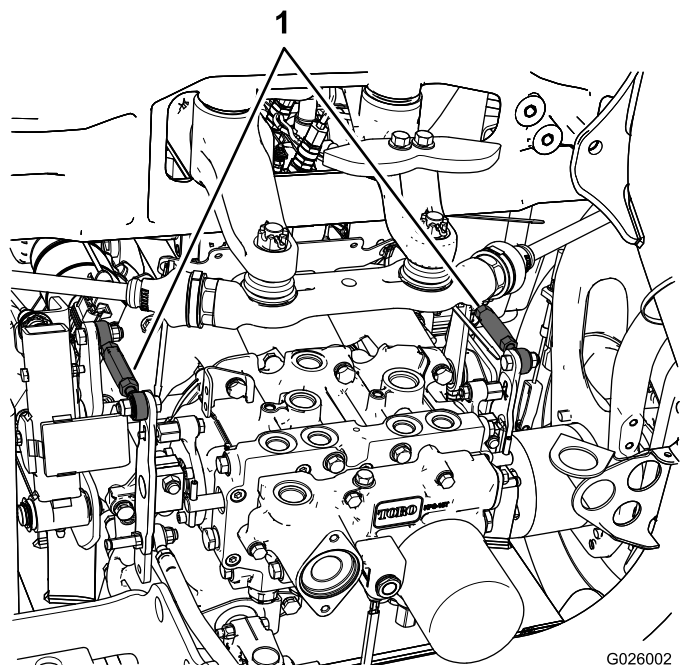

Figura 46
- Se o pneu traseiro esquerdo estiver rodar, desaperte as porcas de bloqueio na barra de controlo da transmissão do lado esquerdo (Figura 46).